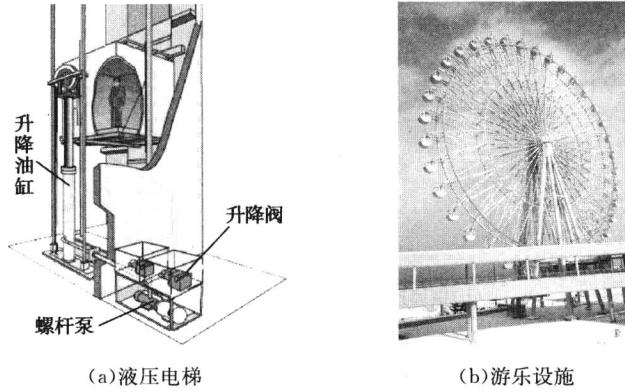

图 1-10
(10) 用于船舶码头。海上挖泥船、打桩船等,军舰、航空母舰、船舶舵机与起吊设备等。
(11) 用于日常生活(图 1-10)。如液压电梯、大型游乐场的液压游乐设施等,使人们的生活更加舒适、更加丰富多彩。